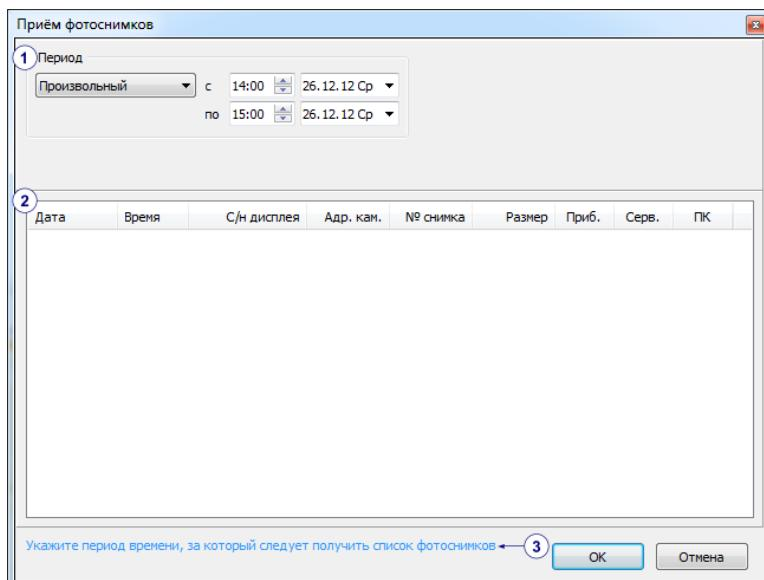

Рис.70 – Окно приема фотоснимков.
В нижней части окна отображается подсказки системы и строка состояния приема (рис.70,п.3). После каждой проделанной операции необходимо нажимать кнопку **OK**, для перехода к следующему этапу приема фотоснимков.
Появится окно **Прием фотоснимков** (рис.70). В этом окне отображается процесс приема фотоснимков. Фотоснимки можно запрашивать за определенный период времени. Для этого в поле **Период** (рис.70,п.1) необходимо указать интервал времени, за который следует получить снимки. Пользователь может выбрать период из списка предустановленных или задать произвольный. В случае произвольного периода необходимо настроить начальное и конечное значение периода (дату и время). В этом же окне в табличном виде отображается список фотоснимков, сделанных камерами за выбранный период времени (рис.70,п.2).
3. В окне **Прием фотоснимков** (рис.70) установите период, за который нужно получить снимки и нажмите **OK**.